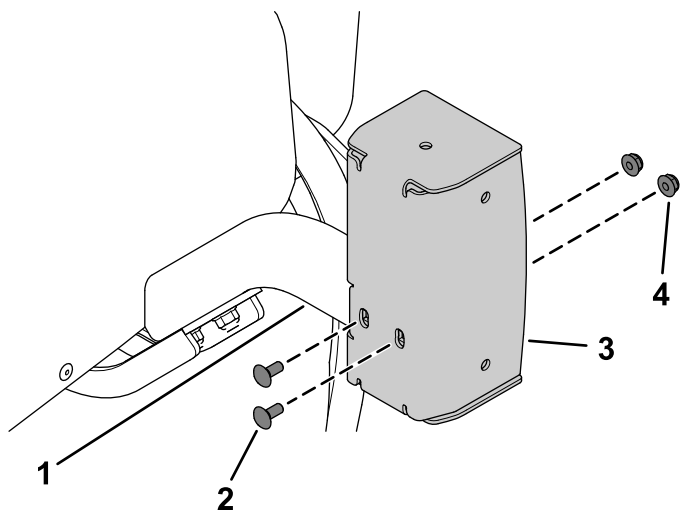

Figura 24
4. Fixați carcasa luminii din stânga și carcasa luminii din dreapta pe suportul scurt din stânga și pe suportul scurt din dreapta folosind 4 uruburi de fixare ($\frac{1}{4} \times \frac{5}{8}$ ") și 4 contrapiuli ($\frac{1}{4}$ ") aa cum se arată în Figura 24.